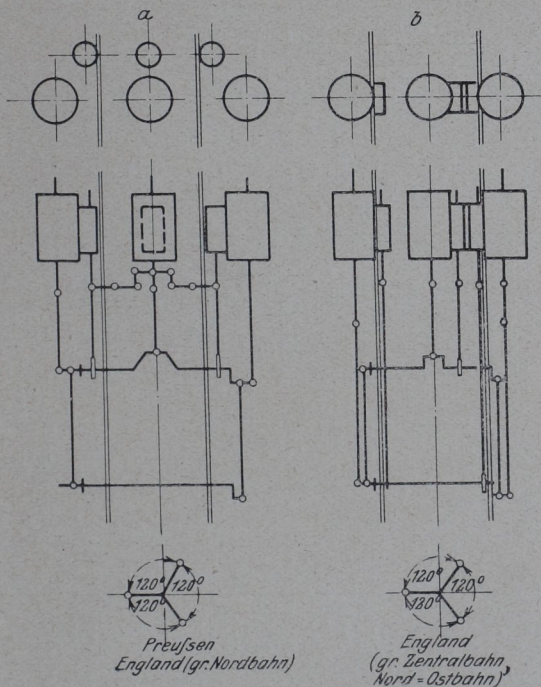

Abb. 257. Drilling-Triebwerke.
II. Triebwerke mit drei Zylindern (Abb. 257/258).
a) Einstufige Dampfdehnung (Drilling); Abb. 257.